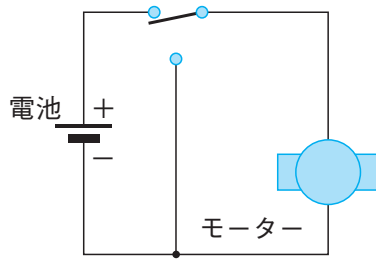
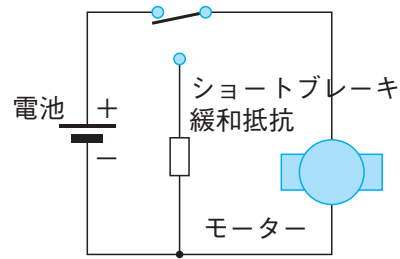

図4 ショートブレーキ
図5 ショートブレーキ緩和抵抗
- ② 図4のように電池を切り離れた後にモーターの端子間を導線によって短絡(ショート)すると、モーターは発電機となり見かけの電池となります。発生した電流は、モーターの内部抵抗によって熱として散逸されるため、自然停止のときよりも短い距離で停止できるようになります。この効果はショートブレーキ効果と呼ばれています。モーター軸の角速度が大きいほどこの効果が強くなるため、採用されているギヤボックスのギヤ比が大きいほど大きくなります。逆に小さなギヤ比の場合にはこの効果は小さくなります。
- ③ 図5のように電池を切り離れた後にモーターの端子間を小さな抵抗(10Ω程度)で接続する(電源は遮断されている)と、導線接続のときと同様にモーターは発電機となります。発生した電流は、モーターの内部抵抗と外部に付けた抵抗によって熱として散逸されるため、自然停止のときよりも短い距離で停止できるようになります。しかし2つの抵抗によって散逸する熱は図4のときに比べ、それほど大きくないため、ショートブレーキ効果は緩和されてしまいます。この方法を採用すればショートブレーキ効果が大きすぎるときに、適切な状態にコントロールできます。外部抵抗を大きくすればショートブレーキ効果を弱めることができ、小さくすれば強めることができます。これは、ギヤ比の選択による効果に加えた効果になります。